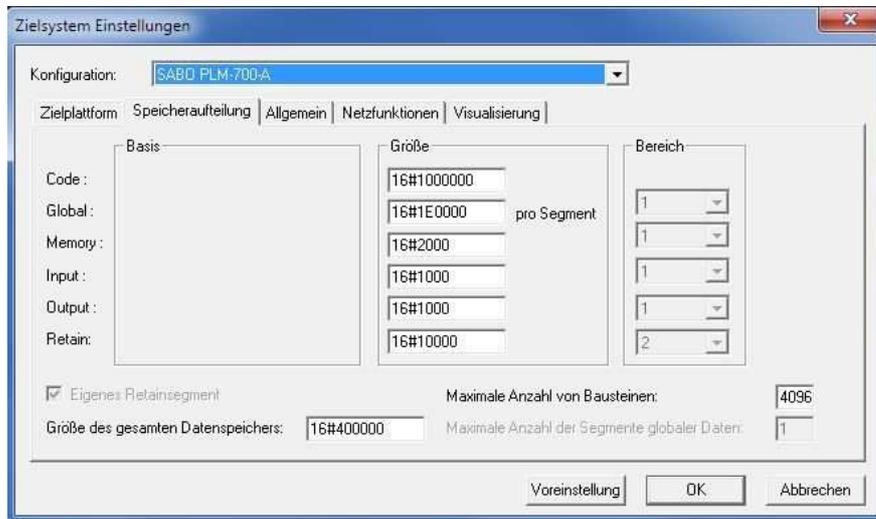

Abb. 1-5: Zielsystem Einstellungen → Speicheraufteilung
- Die Einstellungen unter *Zielsystem Einstellungen* → *Speicheraufteilung* hängen vom speziellen PLM-System ab. Im Normalfall können Standardwerte eingestellt werden (siehe Abb. 1-5). Bei Steuerungen mit Display können die einzutragenden Werte ermittelt werden, indem der Betriebsartenschalter in Stellung S (Stop) gebracht und die Steuerung neu gestartet wird. Im Display der Steuerung werden nun u.a. die Werte *Datamemory*, *Codememory* und *Bausteine* angezeigt. Tragen Sie diese wie folgt ein: